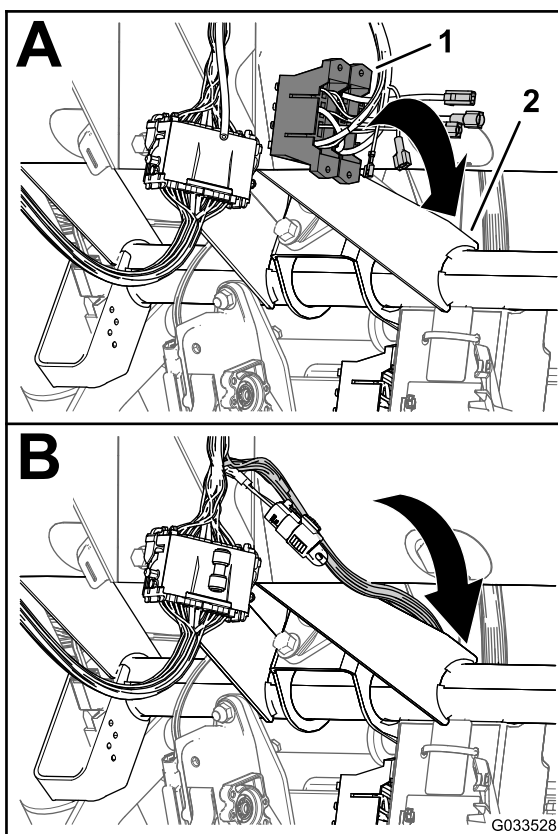

Figura 24
1. La consola de comandă a pulverizatorului, pozai ramura cablajului frontal cu blocurile de siguranță dintre baza panoului tabloului de bord i tubul transversal al asiului mainii i în jos spre partea frontală a blocului de sigurate al mainii (Figura 24).